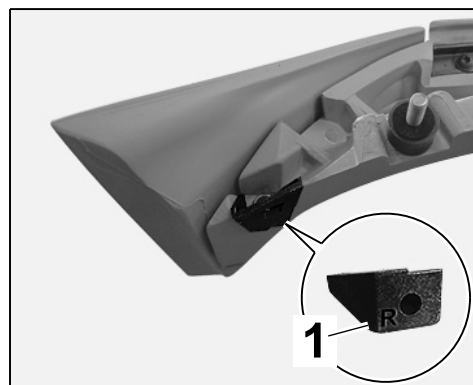

Рис. 26
- 9.7.2 Расположить держатель с отметкой R ⇒ *Рис. 26 -1-* с правой стороны.